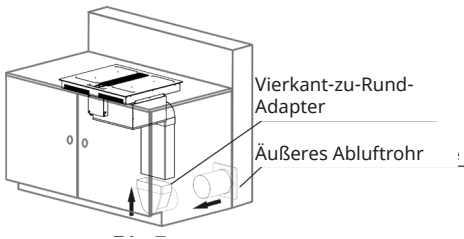

Abbildung 7
8. Setzen Sie den Vierkant-auf-Rund-Adapter auf das Vierkantrohr und montieren Sie das äußere Abluftrohr auf den Adapter (siehe Abbildung 7).